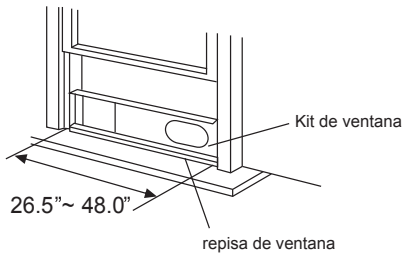

Fig. 9
2. Conecte el kit de guía deslizante para ventana a la repisa de la ventana. Ajuste la longitud del kit de guía deslizante para ventana de acuerdo con el ancho de la ventana, acorte el kit de ventana si el ancho de la ventana es menor que 26.5 pulgadas. Abra la hoja de la ventana y coloque el kit de guía deslizante de la ventana en la repisa de la ventana Fig. 9.